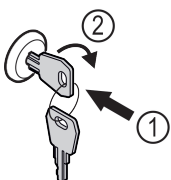

Fig. 172
- ▶ Zatlačte kľúč Fig. 172 (1).
- ▶ Otočte kľúč o 90° v smere hodinových ručičiek Fig. 172 (2).